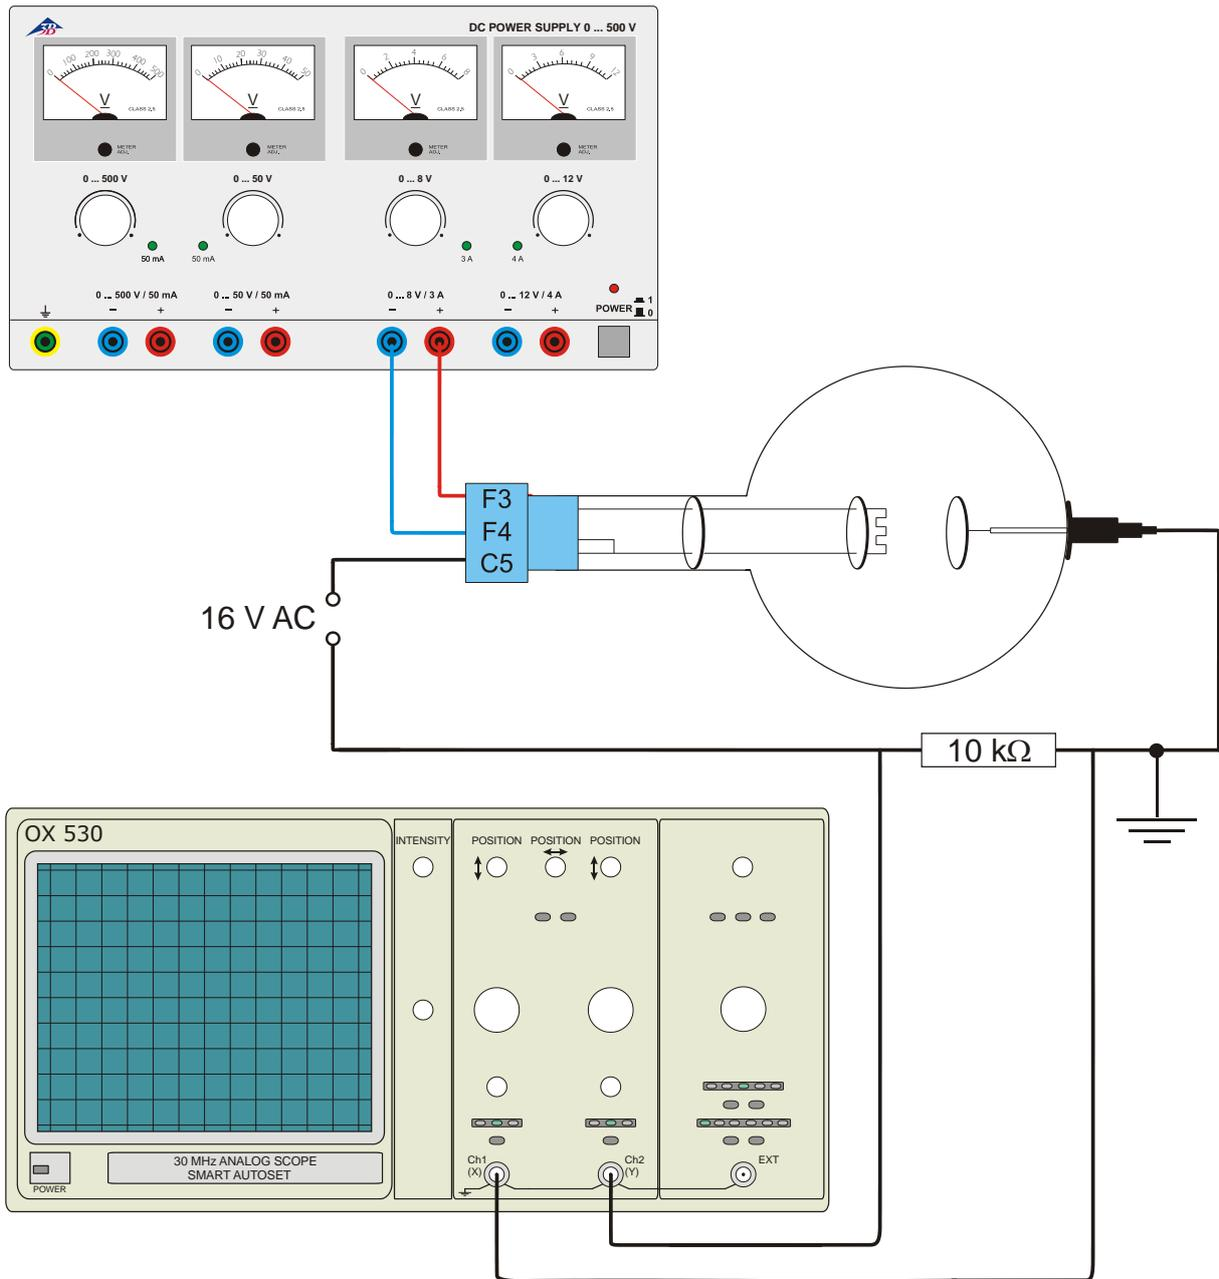

Fig. 3 El diodo como rectificador
- Montaje según fig. 3 con $U_F = 6,3 \text{ V}$ y $U_A = 16 \text{ V CA}$.